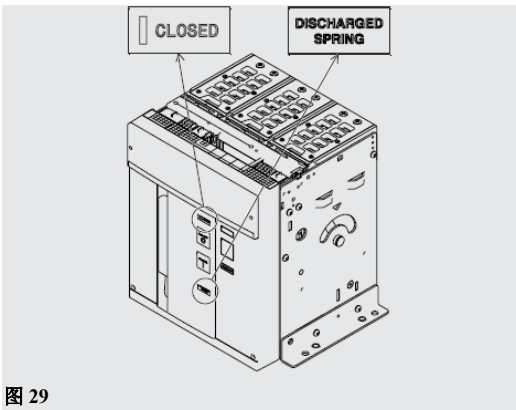

图 29
- 5. 确保断路器处于合闸状态（分闸/合闸指示器显示“I-CLOSED”），并确保弹簧未储能（弹簧状态指示器显示“white-DISCHARGEDSPRING”），如图 29 所示。